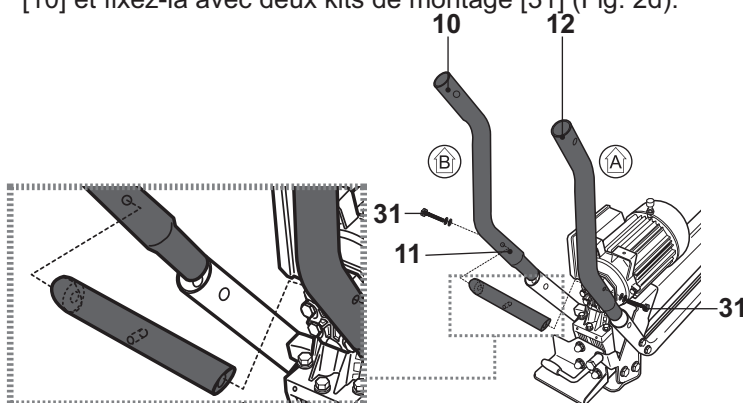

Fig. 2d
- > Alignez l'autre barre de liaison [11] entre les pieds A [12] et B [10] et fixez-la avec deux kits de montage [31] (Fig. 2d).